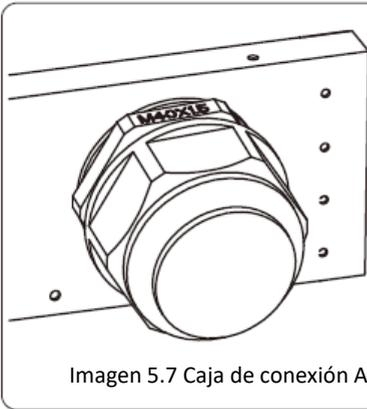
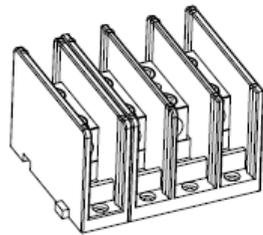

Imagen 5.7 Caja de conexión AC
Imagen 5.8 Terminal AC
- 1) Retirar los 8 tornillos de la caja de unión AC del inversor como se muestra en la imagen 5.7. Después de remover la caja de unión, se puede ver los terminales del inversor. Los dígitos por defecto son 5 como se muestra en la imagen 5.8.